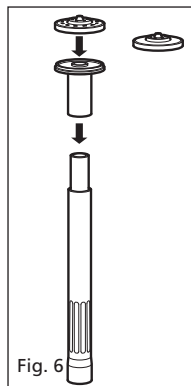

Fig. 6
2. Выберите желаемую фонтанную насадку. 2-х и 3-х ярусные фонтанные насадки просто прикрепляются к трубке фонтана (см. Рис. 6). Трубка фонтана натягивается на более тонкую трубку-отсекцию телескопической фонтанной насадки (см. Рис. 6). После этого разместите насос в желаемом месте. Внимание: проверьте, что внутренняя трубка раздвижной трубки не вдвинута внутрь наружной трубки.